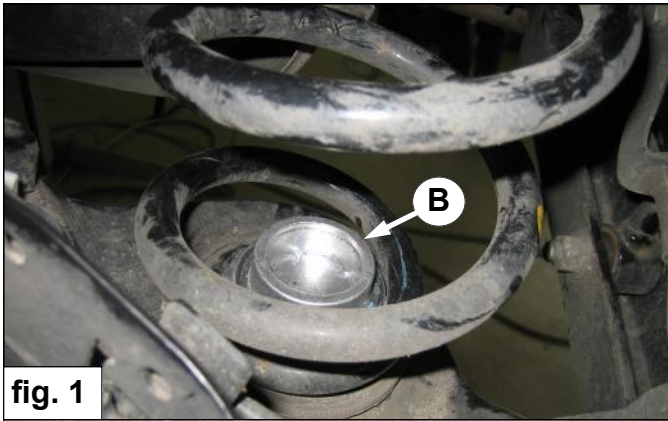

fig. 1
3. Platzieren Sie den untere Federteller **B** in das Loch des originales Federtellers. Siehe Fig. 1.